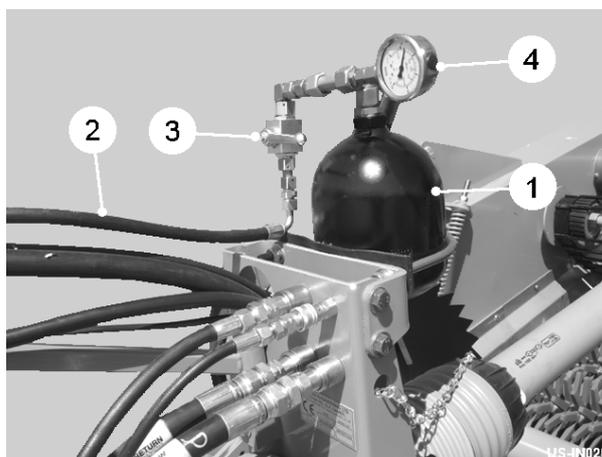

Fig 2
El drawbar hidráulicamente apagado es sido conveniente para para proteger la máquina when operar en las condiciones de tierra donde los obstáculos enterrados pueden ser tropezados. El sistema consta de un cilindro hidráulico instalado dentro del drawbar pressure por un accumulator (item 1, fig 2). El diseño permite que el drawbar se extienda por 200 mm. Después de 25 mm de movimiento uno sensor de proximidades provoca el sistema de control que levanta la excavadora simultáneamente sobre la circulación completa, y para los estrellas de caja de roca, telarañas de cinta transportadora de vari - circulación y cross. Después de la activación los elementos de máquina tienen que ser reiniciados usando la caja de control. El drawbar debe ser pressure antes de comenzar el trabajo siempre.
Fijar la presión de accumulator, conecte la manguera (item 2, fig 2) a la válvula de carrete de tractor y abra el válvula de obturador de la gasolina de accumulator. Abra la válvula de carrete de tractor mientras mirar el calibrador de presión (item 4, fig 2) atentamente. Cuando la presión llega a 65 barra inmediatamente cierre la válvula de carrete y luego cierre el válvula de obturador de la gasolina. Si necesario, reduzca la presión ligeramente usando el válvula de obturador de la gasolina. El drawbar está ahora presurizado y disponible para la operación. Si en el trabajo, debido a las condiciones de tierra diferentes, el ajuste inicial de 65 barra es found ser demasiado bajo y el drawbar se está extendiendo en el trabajo normal, incremente el ajuste de presión por incrementos de 10 barra hasta que el drawbar es estático. **No exceda 120 barra.** Si el drawbar todavía no está funcionando correctamente cuando la presión máxima está llegado, consulte con su comerciante de Standen para el consejo adicional.